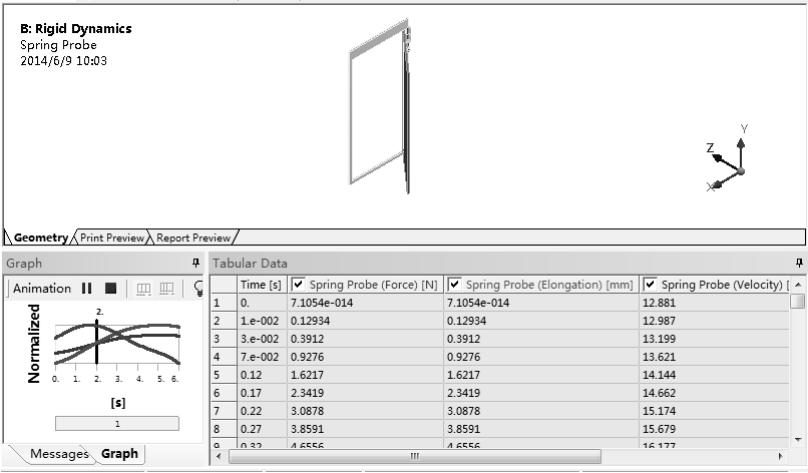

图 10-99 弹簧探测结果图和数据表
5) 在【Outline (分析树)】中选择【Solution (B6)】节点，单击其下的【Spring Probe】项，在图形窗口显示弹簧力、长度和速度结果，如图 10-99 所示。